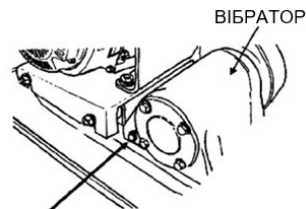

Рис. 17. Оливна пробка вібратора
2. Перевірте рівень оливи у вібраторі, вийнявши з нього пробку (оливний щуп вібратора), як показано на Рис. 17.
4. При заміні оливи у вібраторі вийміть зливну пробку (Рис. 17) і просто нахиліть віброплиту, щоб злити оливу. Зверніть увагу, що оливу легше злити, поки вона гаряча.